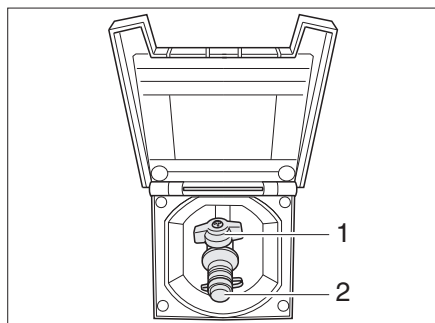

Fig. 186 Raccordement externe de gaz avec robinet d'arrêt de gaz fermé
Le raccordement externe de gaz (Fig. 186) se trouve, selon les modèles, à l'arrière ou sur le côté gauche ou droit du véhicule.
- Raccorder l'appareil à gaz externe sur le raccord (Fig. 186,2).
- Ouvrir le robinet d'arrêt de gaz (Fig. 186,1).